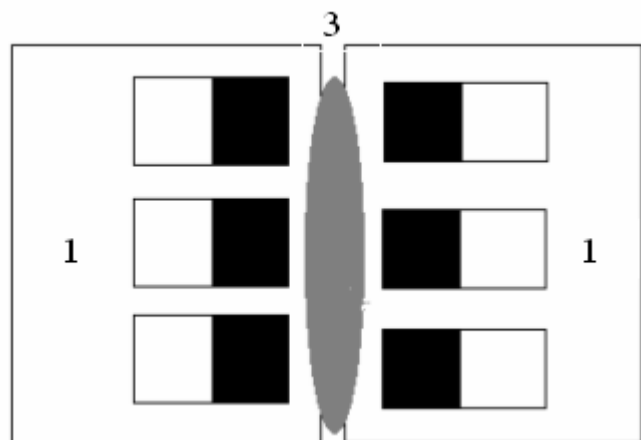

Рис.7.3 Схема расположения магнитных компенсаторов на стальной трубе (обозначения аналогичны рис.7.2)
7.11. Для увеличения ширины зоны металла локального размагничивания кромок стальных труб в несколько раз (в 2 - 3 раза), следует одновременно использовать несколько (2 - 3 шт.) комплектов магнитных компенсаторов размагничивающего комплекта РК – 02, которые вышеописанным образом размещаются на поверхности металла вдоль кромок стальных труб (Рис.7.3).